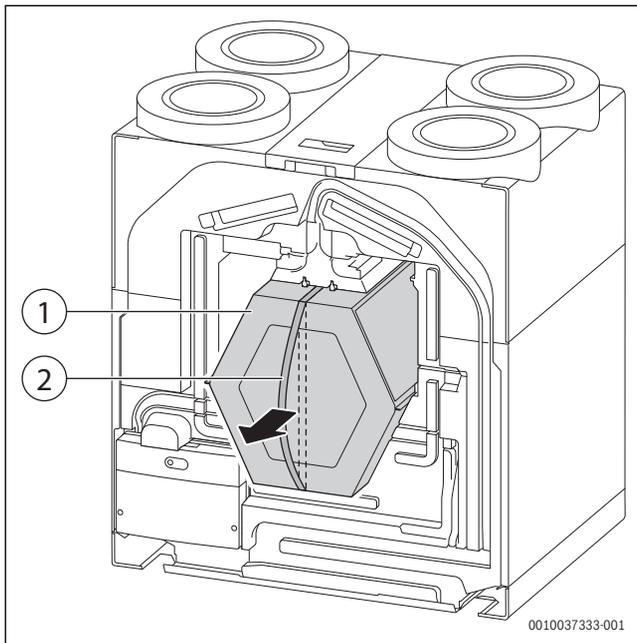

Bild 66 Wärmetauscher herausziehen
- ▶ Wärmetauscher vorsichtig am Band herausziehen (→ Bild 66).